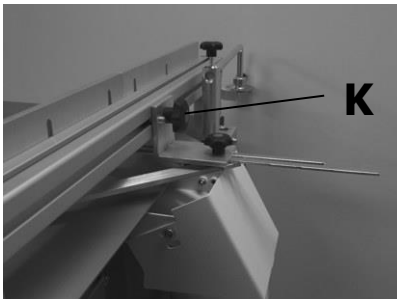

Bild 25
4. Bogenanschlaglineal mit der Feststellschraube (K) im Nutenstein befestigen (Bild 25)